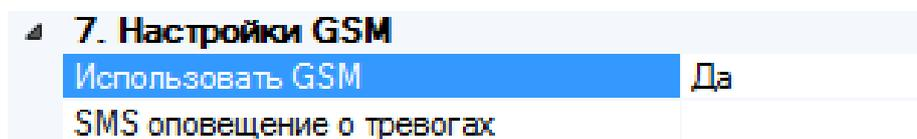

Рисунок 6.46
- Включить использование GSM (Рисунок 6.46).